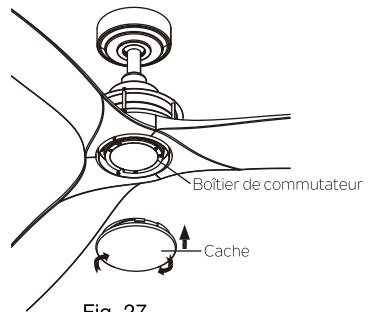

Fig. 27
Étape 8. Sécurisez le cache au boîtier de commutateur en tournant dans le sens horaire. Ne pas serrer avec excès(Fig. 27)